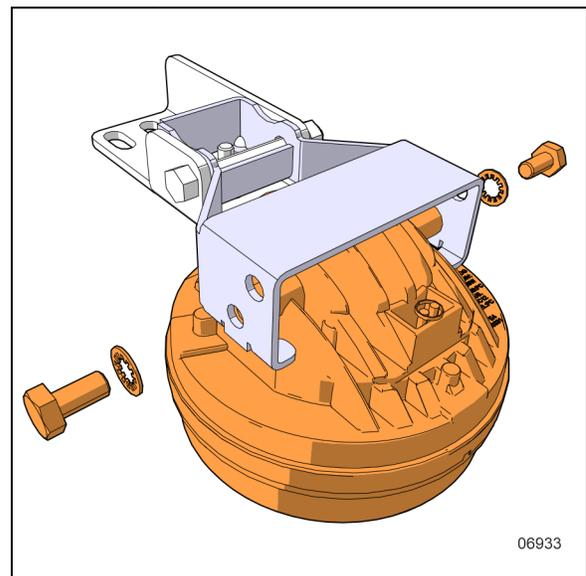

FIGURA 103: DESMONTAJE DE CÁPSULA DE LA LUZ ANTINIEBLA
4. Instale la nueva cápsula de luz antiniebla en el soporte de la cápsula con los tornillos y arandelas de bloqueo existentes (Figura 103).